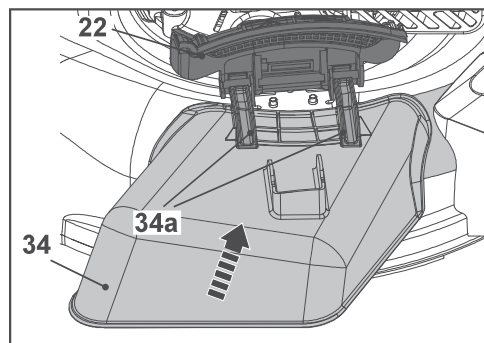

Fig. 20
4. Alinhe e pendure os ganchos (34a) do acessório de descarga lateral (34) nas hastes (Fig. 20). O acessório de descarga lateral está pronto para ser utilizado.